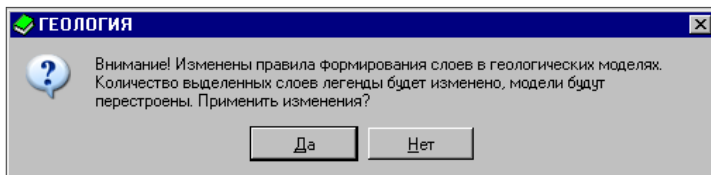

Рис. 5.2
- После нажатия на кнопку **ОК** система выдаст предупреждение (рис. 5.2). Примените изменения.